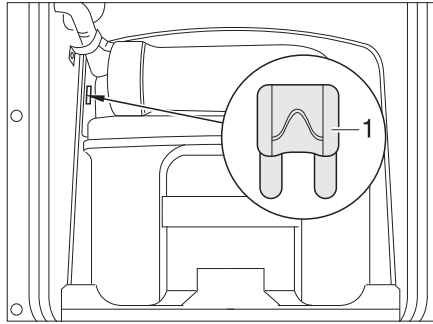
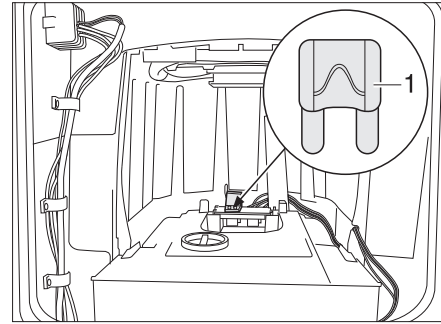

Fig. 291 Fusible del inodoro Thetford
Fig. 292 Fusible del inodoro Thetford (alternativa)
- Cambiar el fusible (Fig. 291,1 ó Fig. 292,1).